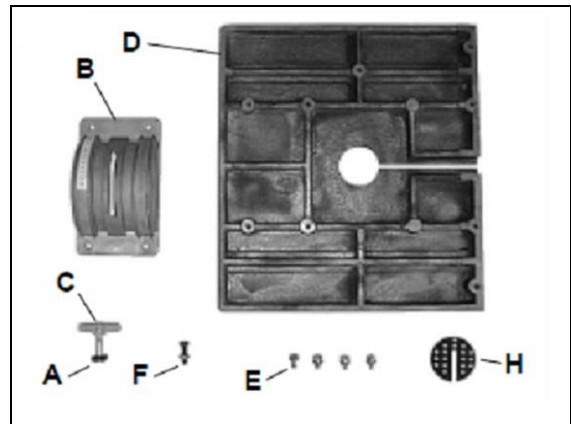

Fig 2
Monter la vis à tête plate M8 x 50 et l'élément carré en matière plastique (A, Fig 2) à travers la fente du dispositif de bascule de la table (B) et serrer provisoirement l'écrou papillon (C) afin d'en éviter la chute.
Monter l'insertion de table (H, Fig 2).